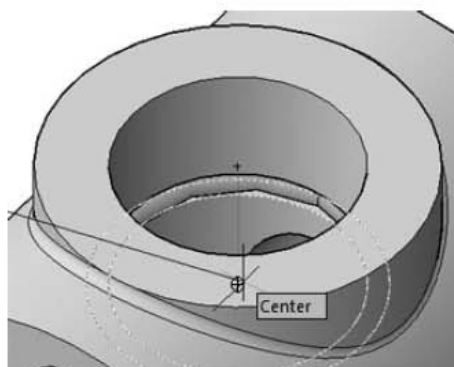

Рис. 12.41. Выбор первой точки на корпусе
8. Укажите первую точку с привязкой Центр (Center) — центр окружности паза под кольцо в корпусе (рис. 12.41):